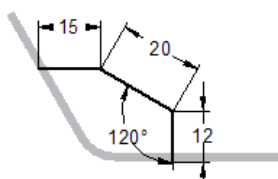
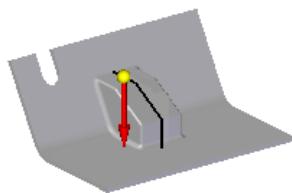

图 6.5.12 截面草图
图 6.5.13 定义延伸方向
(1) 选取草图平面。在“创建起源”选项下拉列表中选择  重合平面 选项，在系统  单击平的面或参考平面 的提示下，选取图前视图 (XZ 平面) 为草图平面，进入草图绘制环境。
(2) 绘制图 6.5.12 所示的截面草图。
(3) 单击“主页”操控板中的“关闭草图”按钮 ，退出草图绘制环境。
Step6. 定义加固板延伸方向。在命令条中单击  按钮，定义延伸方向如图 6.5.13 所示，单击鼠标左键。